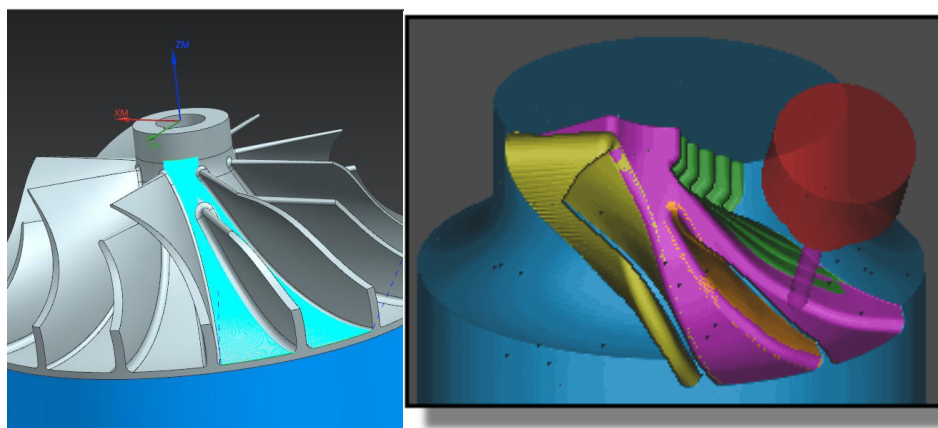

Рисунок 3.41 – Обработка рассекателей
- **Чистовая обработка рассекателей.** Данную операцию целесообразно получить скопировав чистовую операцию обработки лопаток. При копировании переименуйте операцию с `BLADE_FINISH` на `SPLITTER_FINISH` и перезадайте обрабатываемую геометрию (рисунок 3.41).